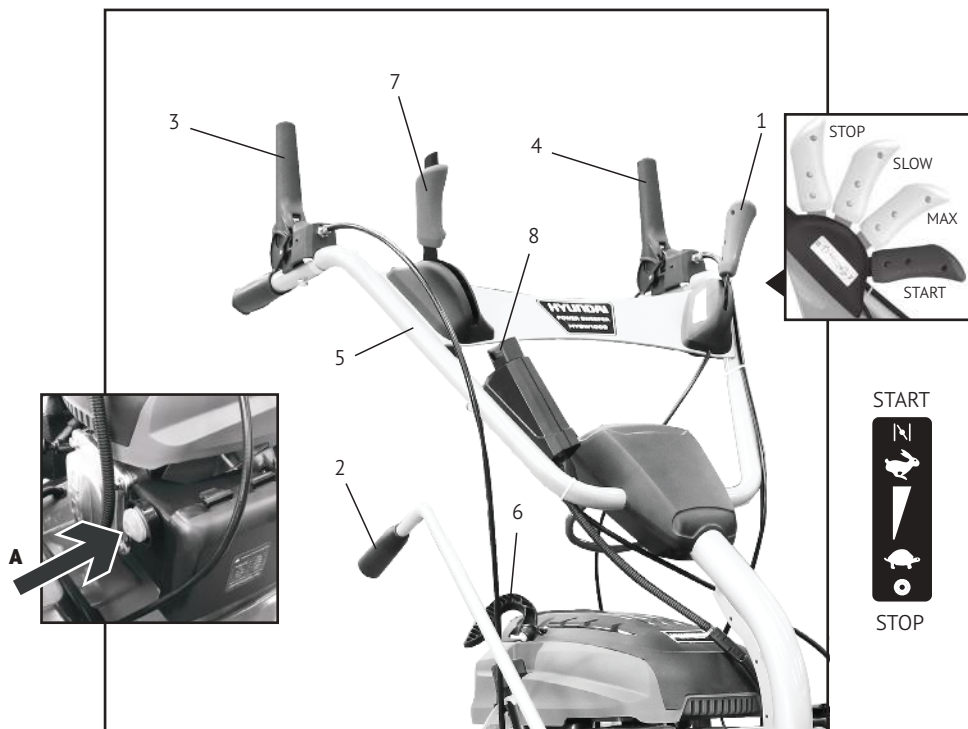

Рис. 13
- Установите рычаг регулировки оборотов двигателя 1 в крайнее положение (START), т.е. до упора вперед. В этом положении воздушная заслонка будет переведена в положение «Закрото» для запуска холодного двигателя (Рис. 13).
- Подкачайте топливо, нажав на насос подкачки топлива (Рис. 13, А) 3-5 раз. В случае, если двигатель прогрет, нажмите на насос всего 1-2 раза.
- Запустите двигатель, используя ручной стартер 6 (Рис. 13). Медленно потяните рукоятку ручного стартера до тех пор, пока не почувствуете повышенное сопротивление. После этого быстрым, но плавным движением вытяните рукоятку ручного стартера на полный взмах руки.
- Выберите оптимальную для работы скорость вращения щетки 7. Опустите рычаг привода щетки 4 для начала работы (Рис.13).
- Нажмите рычаг привода движения 3 (Рис. 13). Колеса приведены в движение, щетка вращается. Для остановки вращения щетки и остановки движения отпустите рычаги.
- Передвиньте рычаг регулировки оборотов двигателя 1 в положение STOP (Рис. 13).
- Установите рычаг регулировки оборотов двигателя 1 в крайнее положение (START), т.е. до упора вперед. В этом положении воздушная заслонка будет переведена в положение «ЗАКРЫТО» для запуска холодного двигателя (Рис. 13).
- Подкачайте топливо, нажав на насос подкачки топлива (Рис. 13, **A**) 3-5 раз. В случае, если двигатель прогрет, нажмите на насос всего 1-2 раза. При очень низкой температуре и при отсутствии запуска повторите процедуру подкачки топлива (до 3-х раз).
- Передвиньте рычаг регулировки оборотов двигателя 1 в положение STOP (Рис. 13). Двигатель будет остановлен.